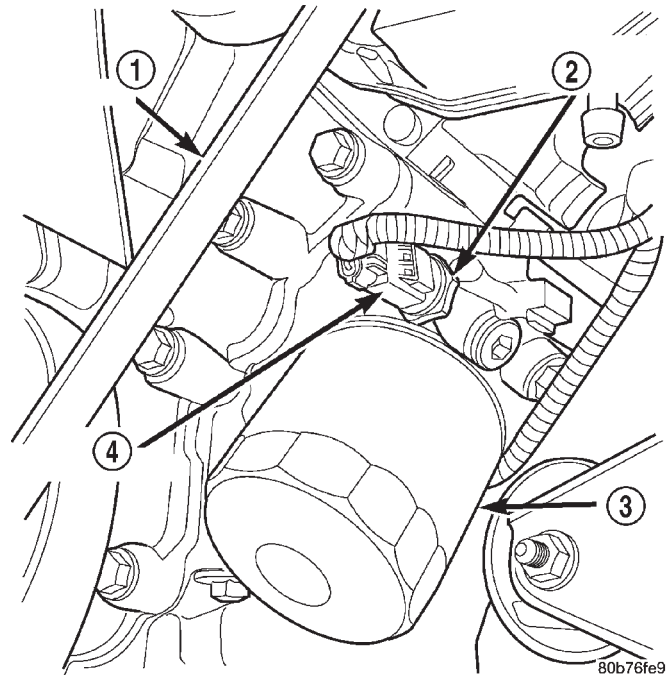

Abb. 4 Öldruckgeber
(1) Öldruckgeber ausbauen (Abb. 4) und Öldruckmeßgerät C-3292 anschließen.